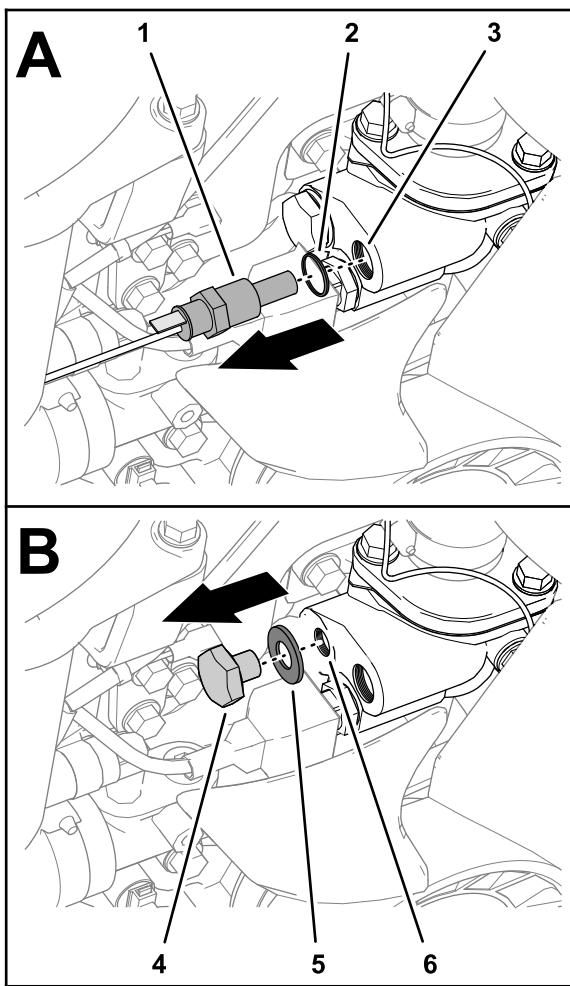

Bild 23
2. Entfernen Sie den Temperatursensor und die Dichtung vom hinteren Anschluss der Wasserpumpe (Bild 23).
3. Entfernen Sie die Schraube und Dichtung vom vorderen Anschluss der Wasserpumpe (Bild 23).